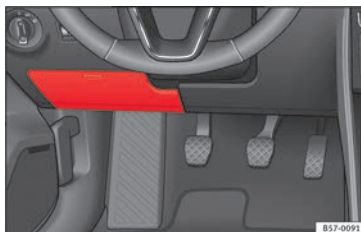

Fig. 102 Sur le tableau de bord côté conducteur (guide gauche) : cache du boîtier de fusibles.
- **Ouverture** : rabattez le couvercle vers le bas »» **fig. 102.**